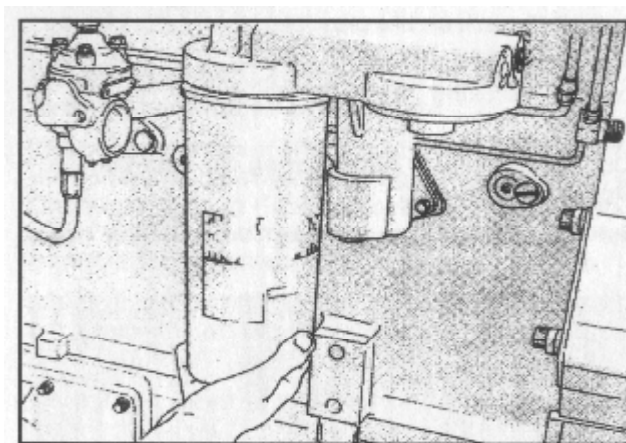

Рис.2-15 (OM1018L) Установка картриджа масляного фильтра.
1. Открутите корпус и заменяемые элементы Рис. 2-15, выбросьте заменяемые элементы